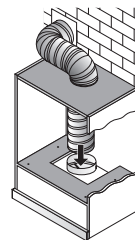

Рис. 5
4. Соедините воздуховод с адаптером вытяжки. (Рис. 5) Выведите другой конец воздуховода в вентиляционную шахту.